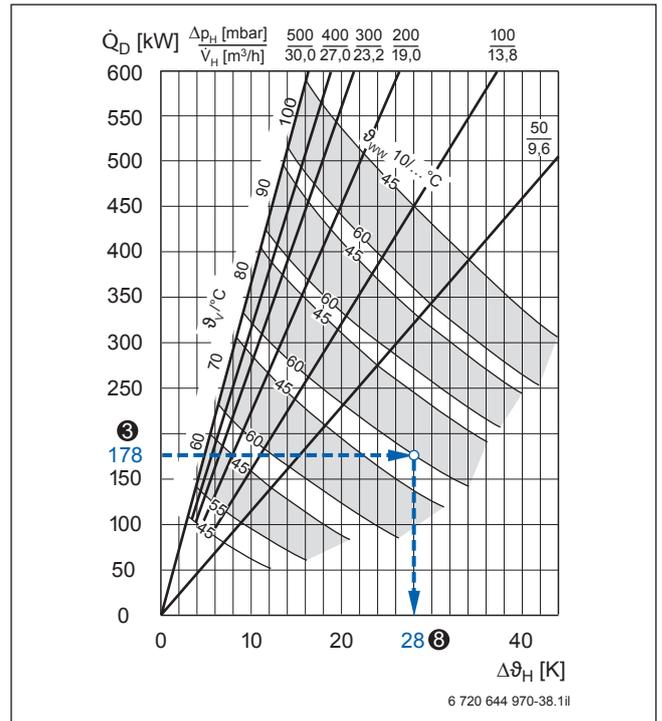

Bild 49 Warmwasser-Dauerleistung Logalux LTN2500 und LTN3000; Beispiel blau hervorgehoben (Vorlage → Bild 86, Seite 115)
Aus dem Dauerleistungsdiagramm für Warmwasserspeicher Logalux LTN2500 und LTN3000 ist ausgehend von der effektiven Anschlussleistung ③ die heizwasserseitige Temperaturdifferenz $\Delta\vartheta_H = 28 \text{ K}$ ⑤ abzulesen (Beispiel → Bild 49).